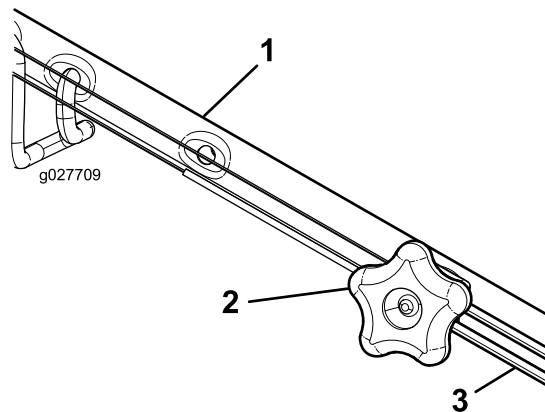

Figura 28
- Gire el pomo de ajuste en sentido antihorario para aflojar el cable (Figura 28).
- Ajuste la tensión del cable (Figura 28) tirando del mismo hacia atrás o empujándolo hacia adelante, y sujételo en esa posición.